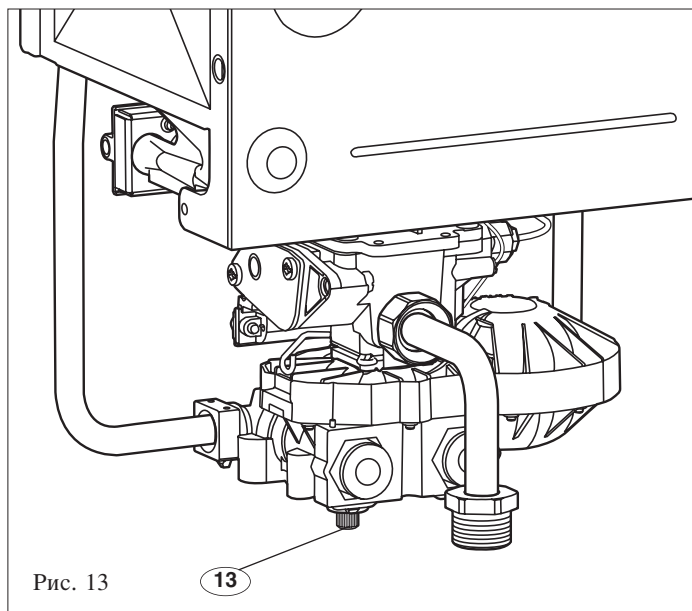

Рис. 13
- Отвинтить сливную пробку поз. 13 (Рис. 13).